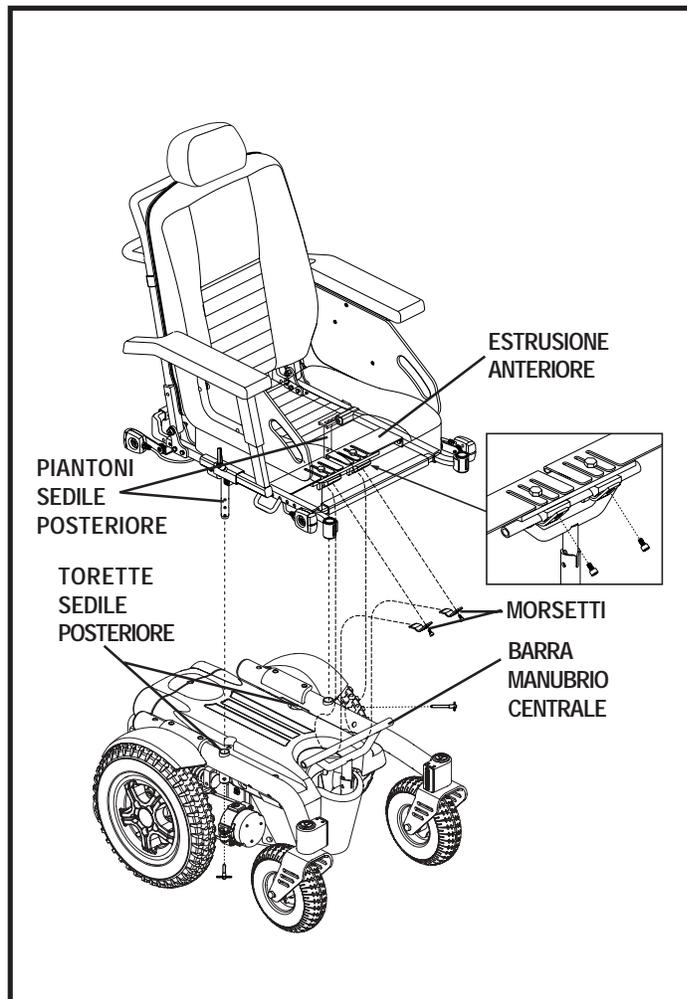

Figura 13. Installazione seduta
1. Installare i piantoni del sedile posteriore nelle torrette corrispondenti. Vedere figura 13.
2. Abbassare l'estrusione anteriore sulla barra del trapezio anteriore. Vedere figura 13.
3. Inserire i morsetti come illustrato nella figura 13.
4. Installare gli accessori come illustrato nella figura 13.